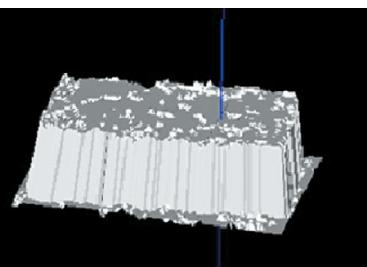
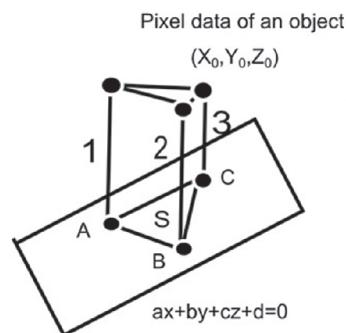

図 1 物体の表面形状取得
図 2 体積計算
2. 表面形状取得と体積計算 Kinect では画素ごとの 3 次元座標を取得できることから、物体の表面形状を取得することができる。図 1 に表面形状を取得した結果を示す。さらに、画素の 3 点より構成される図 2 のような三角柱の体積の和を求めることで体積を求める成功した。